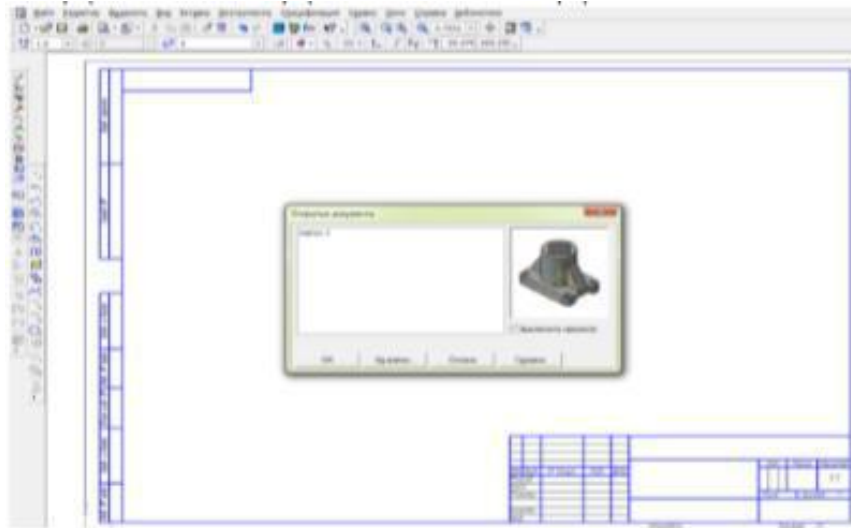

Рис. 15. Создание чертежа
1. Создать новый чертеж. Формат А3, горизонтальный. В компактной панели выбрать **ВИДЫ – СТАНДАРТНЫЕ ВИДЫ** (рис. 15).